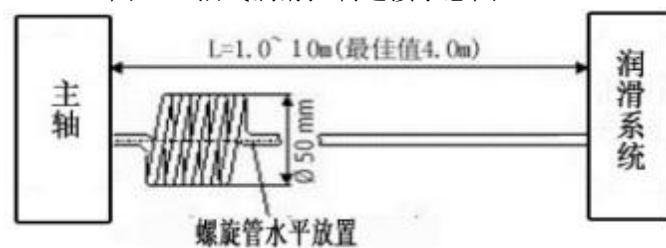

图 4.8 油气润滑软管示意图
- 5) 每根油气管应具有5 圈的螺旋结构，直径大约50mm，距离主轴接头约0.5-1m，且螺旋结构的轴线须水平或与水平倾斜不超过30°，以确保主轴重新启动后，可以很快继续供给润滑剂，如示意图4.8 所示。